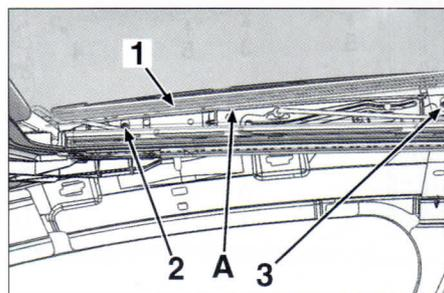

FIG. 58
Desengravar el fuelle de protección (1) en toda su longitud en A (fig. 58).